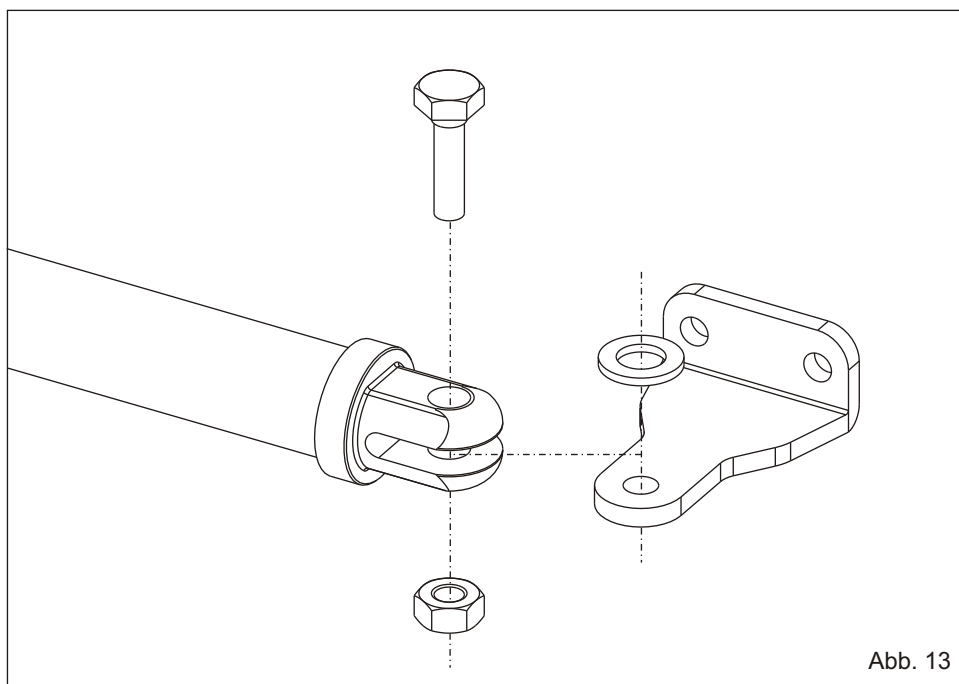

Abb. 13
2.6. Den vorderen Bügel an das Ende der Kolbenstange befestigen (Abb. 13)